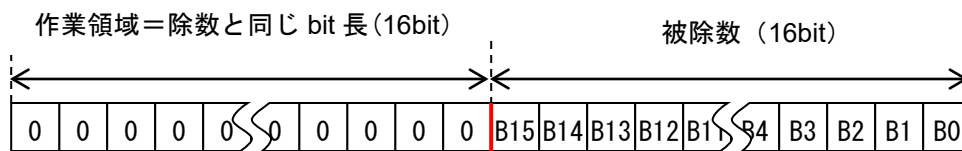

図 3.2 演算の前準備
- ① 減算の繰り返しによる除算を行うためには、被除数の上位に除数と同じビット長の作業領域を準備して、0クリアしておきます（図 3.2 参照）。